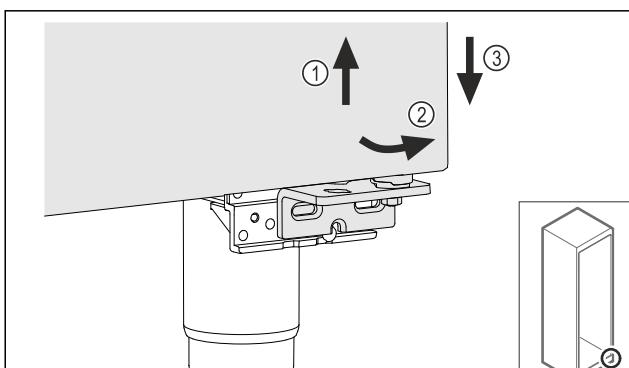

Fig. 23
► Lagano podignite vrata Fig. 23 (1), dolje ih nagnite prema naprijed Fig. 23 (2) i spustite Fig. 23 (3).